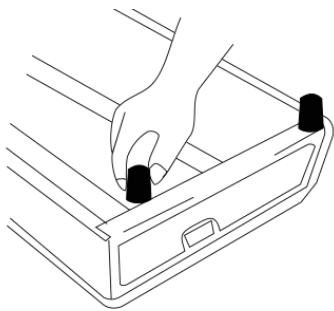

Fig. 12
4. Atașați picioarele de cauciuc la aragaz, întorcând aragazul cu susul în jos și înșurubându-le în deschizăturile de pe fundul aragazului. (Fig. 12)